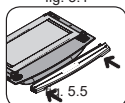

fig. 5.5
5. Alinhe o arremate da porta com as buchas e empurre até ouvir um clique (fig. 5.5).